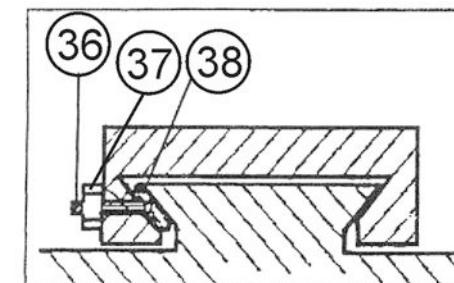

Рис.4
**Схема сборки узла супортов****9.2. Регулировка перемещения поперечного суппорта (Рис. 4, 5)****Рис.5**
9.2.1. Регулировка поперечного суппорта (13) выполняется также как поворотного (см. п. 9.1).